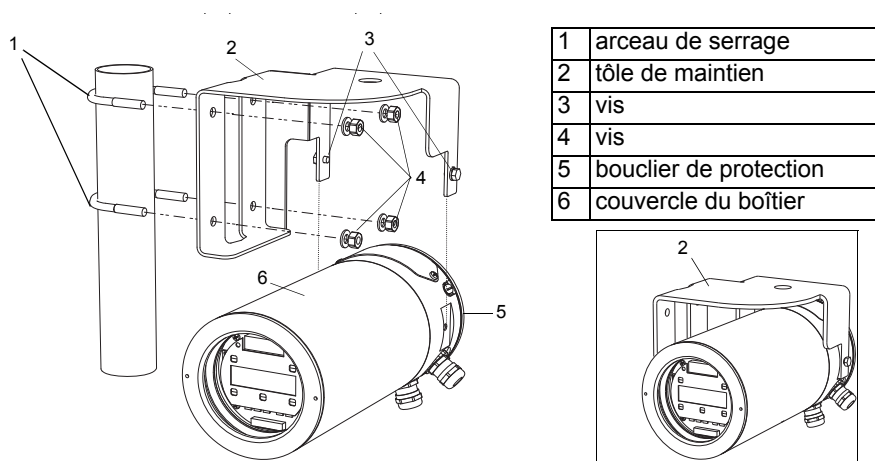

Fig. 8.1: Support de montage sur conduite
- Fixez la tôle de maintien (2) au mur avec les 4 vis (4) (voir Fig. 8.1).
- Fixez le transmetteur avec les 2 vis (3) à la tôle de maintien (2).
- Positionnez les arceaux de serrage (1) sur la conduite (voir Fig. 8.1).
- Fixez la tôle de maintien (2) avec les 4 vis (4) aux arceaux de serrage.